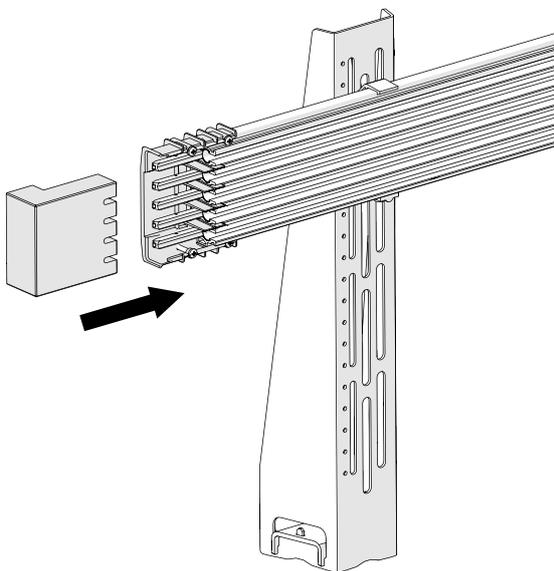
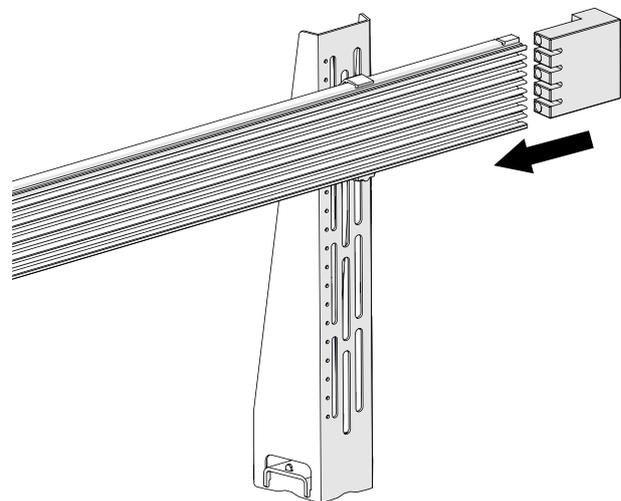
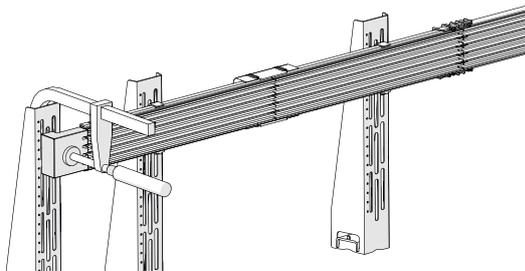

Abb. 16: Montageklotz auf Verbinderstifte schieben
Abb. 17: Montageklotz am anderen Schienenende verwenden
Abb. 18: Montageklotz (Bestell-Nr.: 08-V015-0492-00x) mit Schraubzwinde befestigen
Beim Zusammenfügen immer Montageklotz (08-V015-0492-00x) und Gummihammer verwenden (siehe Abb. 16, Abb. 17 und Abb. 18)!
- Vor der Schleifleitungsschiene den Montageklotz (Bestell-Nr.: 08-V015-0492-00x) mit einer Schraubzwinde als Anschlag befestigen (siehe Abb. 18). Welche Variante des Montageklotzes verwendet wird, ist abhängig von der Polzahl der Schleifleitung. Ggf. muss temporär eine zusätzliche Konsole zur Befestigung des Montageklotzes montiert werden.
1. Die Stiftseite bis zum Anschlag über das offene Schienenende von Hand schieben (siehe Abb. 16).
→ Montageklotz entfernen (siehe Abb. 18).